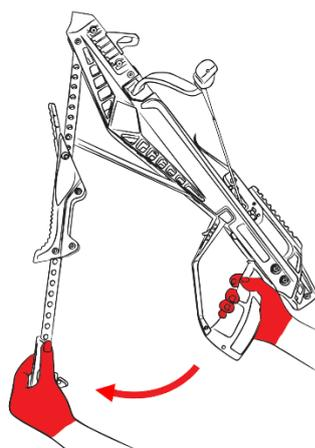

Рис.19
2. Позвольте рычагу распрямиться, аккуратно контролируя и сдерживая скорость его движения (Рис.19).